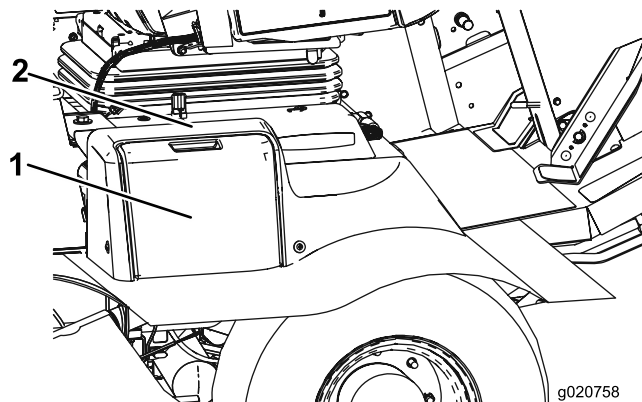

Figura 51
1. Aprite il coperchio della batteria sul lato della copertura (Figura 51).
**Nota:** Premete sulla superficie piatta sopra il coperchio della batteria per facilitare la rimozione del coperchio (Figura 51).